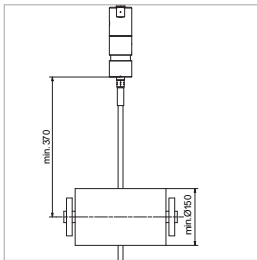

Figure 1
- ▶ Si vous utilisez le produit WEH® sans support de fixation au distributeur WEH®, il est nécessaire d'installer la première poulie de renvoi à une distance d'au moins 370 mm du bord inférieur du break-away (Figure 1).